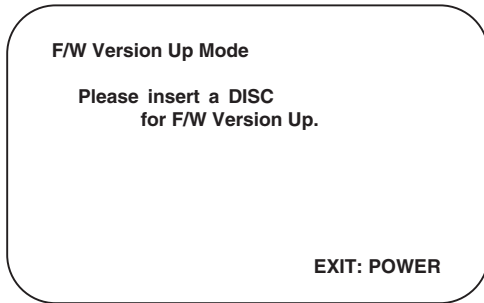

Fig. 3-2-1 Ecran de mode de version suivante
2. Pour mettre le lecteur de DVD en mode de version suivante, appuyer dans l'ordre sur les touches [9], [8], [7], [6], et [SEARCH MODE] de la télécommande. Le tiroir s'ouvre automatiquement. La Fig. 3-2-1 apparaît à l'écran et la Fig. 3-2-2 apparaît sur le VFD.
Le lecteur de DVD peut également entrer en mode de version suivante avec le tiroir ouvert. Dans ce cas, la Fig. 3-2-1 s'affiche à l'écran pendant l'ouverture du tiroir.